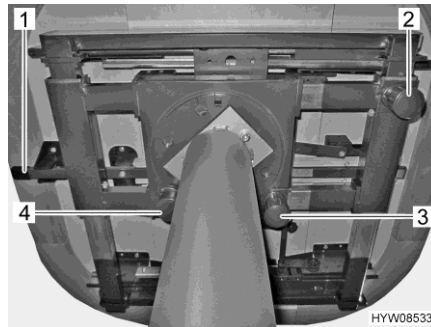
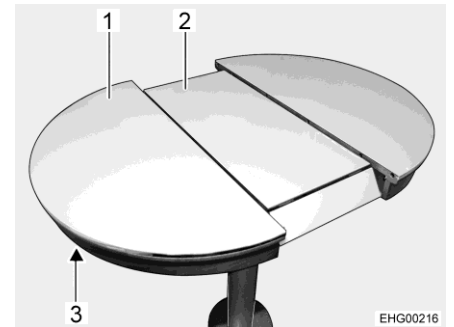

Fig. 88 Possibilités de régler la table
Fig. 89 Agrandir le plateau de table
- Tirer le bouton (Fig. 88,3) vers le bas et le maintenir ainsi.
- Tirer le bouton (Fig. 88,2) vers le bas et le maintenir ainsi.
- Tirer le bouton (Fig. 88,4) du verrouillage vers le bas.
- Pousser le déverrouillage (Fig. 88,1 et Fig. 89,3) vers le haut.
- Tirer sur le plateau de table (Fig. 89,1) jusqu'à ce que la rallonge (Fig. 89,2) remonte et se trouve à hauteur du plateau de table.
- Pousser le déverrouillage (Fig. 89,3) vers le haut.
- Tirer sur le plateau de table (Fig. 89,1) jusqu'à ce que la rallonge (Fig. 89,2) soit libérée.